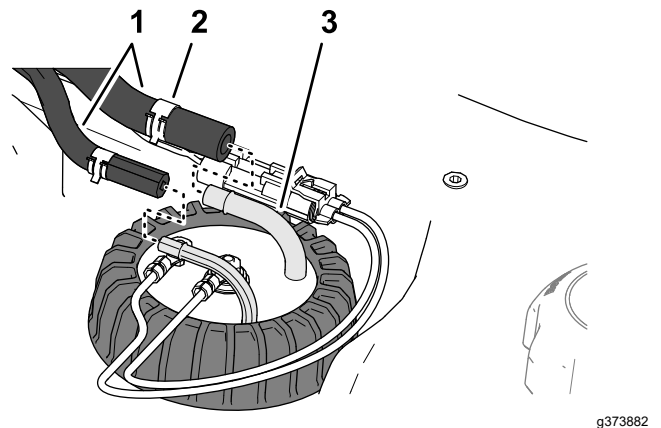

Figura 94
5. Conecte la manguera a los acoplamientos del sensor de combustible, y sujete las mangueras a los acoplamientos con las abrazaderas (Figura 94).